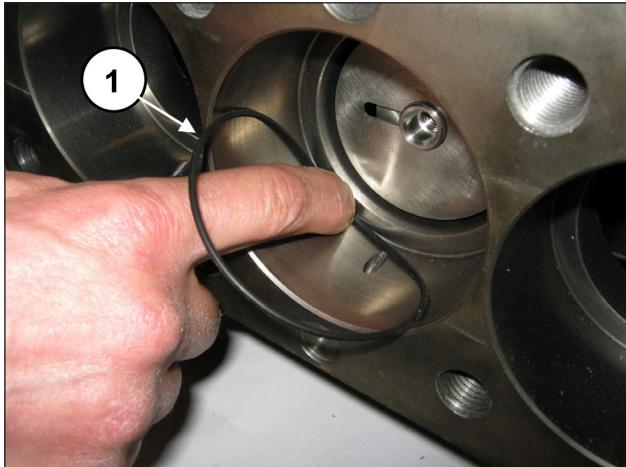

Рис. 154
Снимите кольцо O-ring со дна опоры уплотнений (поз. ①, Рис. 154).